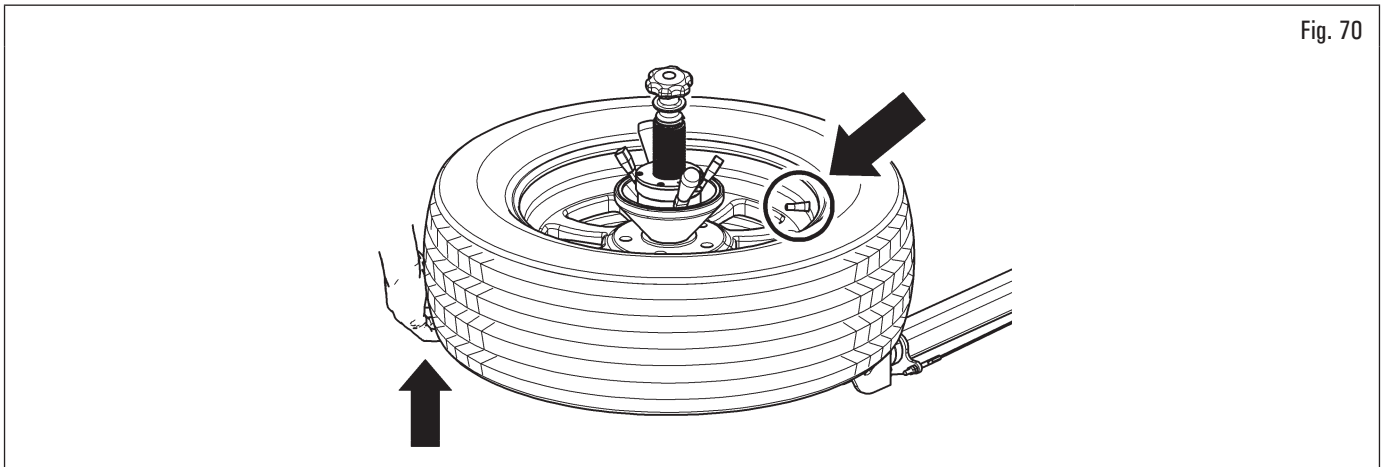

Fig. 70
8. posicionar la válvula en correspondencia con el rodillo destalonador inferior, empujar manualmente el neumático en el rodillo destalonador (véase Fig. 70), y con el pulsador correspondiente (Fig. 6 ref. 2 (IZ)), levantar el rodillo destalonador inferior.